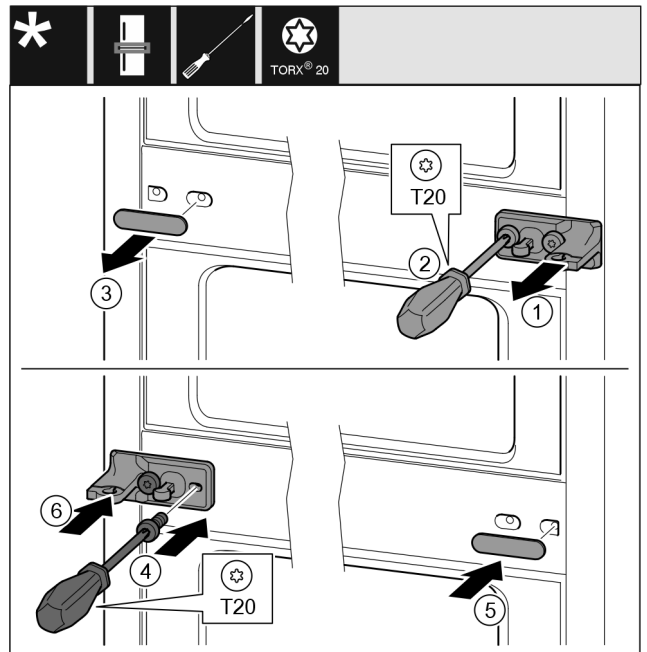

Fig. 14
- Зніміть планку Fig. 14 (1).
- Викрутіть гвинти Fig. 14 (2) за допомогою викрутки.
- Обережно зніміть кришку Fig. 14 (3).
- Поверніть опорний кронштейн з плівкою Fig. 14 (4) на 180° та закріпіть гвинтами з іншого боку.
- Поверніть кришку Fig. 14 (5) на 180° і встановіть її з іншого боку.
- Встановіть планку Fig. 14 (6) спереду.